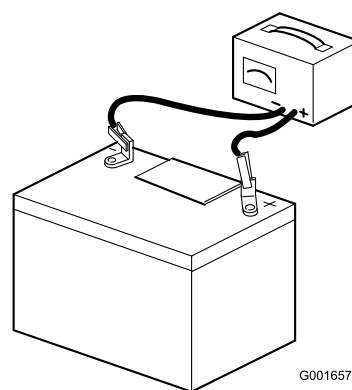

Figura 5
7. Collegate un caricabatterie da 3 – 4 A ai poli della batteria (Figura 5). Caricate la batteria a 3 – 4 ampere per 4 – 8 ore.